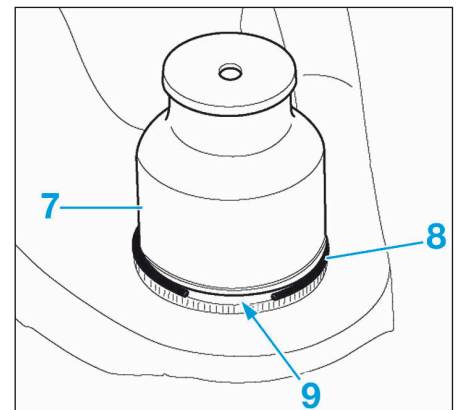

FIG.19
- Mettre en place un circlip (8) dans la rainure (9) (Fig.19).
- Retirer la protection (7).